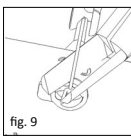

fig. 9
■ **fig. 9** Pour terminer, couper le fût près du plateau avec la pince coupante (REF 8000 171). On obtient ainsi un mandrin qui facilitera la fixation du greffon entre le plateau de la prothèse et la membrane tympanique et prévient une dislocation post-opératoire. La longueur du mandrin peut être modifiée mais elle doit être adaptée à l'épaisseur du greffon prévu.